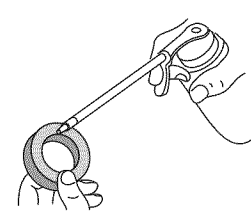

Fig. 23
4. Aplique suficiente aceite limpio SAE 30 para recubrir ligeramente el filtro (Fig. 23).